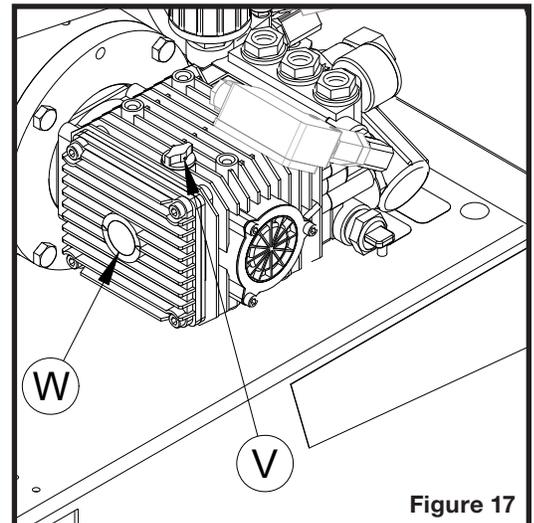

Figure 17
5. Dévisser le bouchon de remplissage/jauge (V sur la figure 17).
6. Remplir avec de l'huile de type SAE 30 NON DÉTERSIVE jusqu'au milieu du voyant transparent (W sur la figure 17). La capacité du carter de la pompe est de 14 onces (0.4 l).